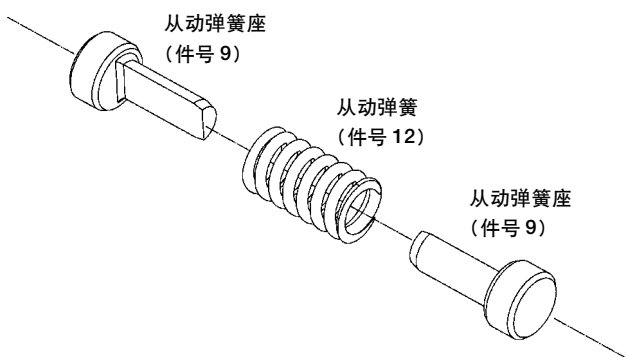

图8. 从动弹簧/弹簧座组件
4. 在从动轴内重新安装从动弹簧 / 弹簧座组件（件号9，12和9，图8所示）。